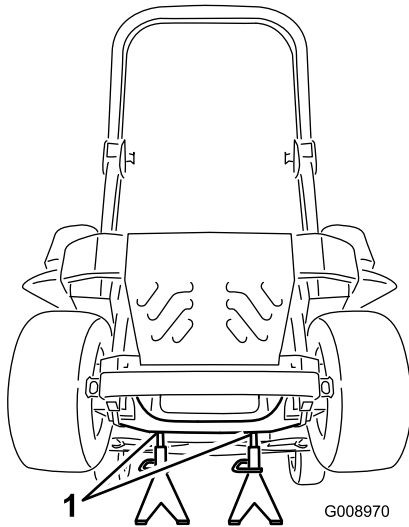

Bild 90
3. Heben Sie die Maschine an und stützen Sie sie mit Achsständern ab (Bild 90).
9. Entfernen Sie die Achsständer und senken Sie die Maschine ab (Bild 90).